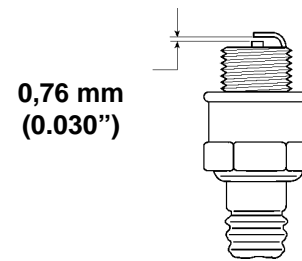

Figure 19
3. Régler l'écartement des électrodes de la nouvelle bougie à 0,76 mm (0.030") (Fig. 19).